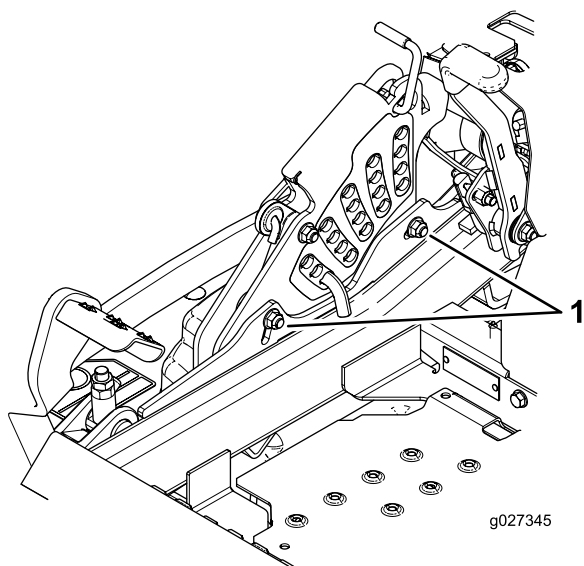

Figure 93
12. Pour régler le système monopoint, desserrez les 2 boulons au bas de la plaque de hauteur de coupe (Figure 93).